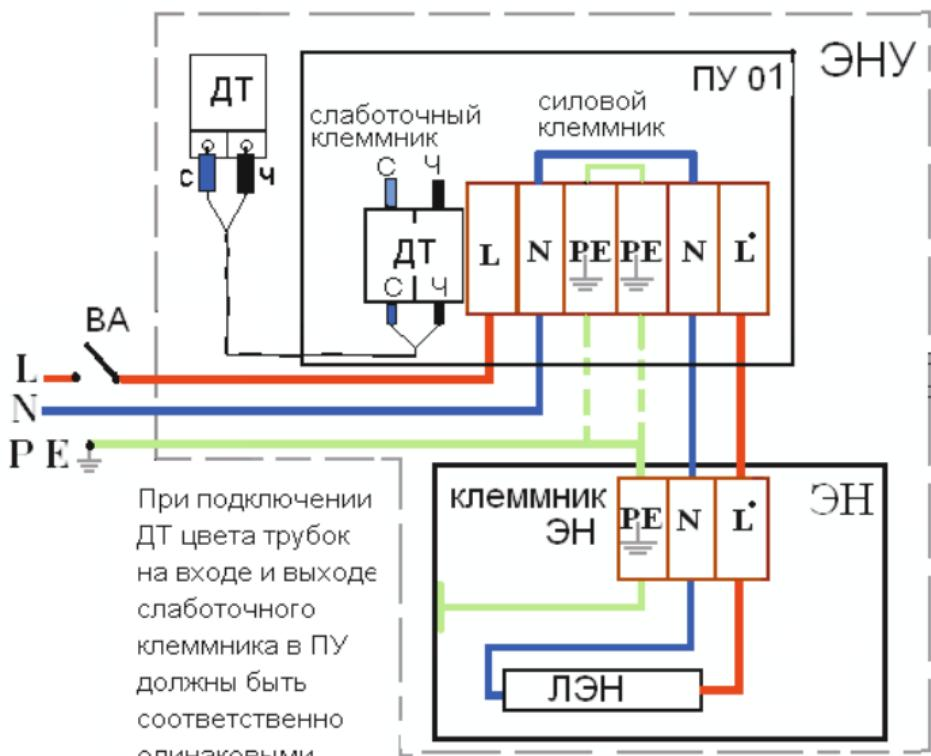

Рис. 1. Монтажная схема подключения ЭНУ «Уголок»
- 6.3. В соответствии с монтажной схемой (см.рис.1) подключить к клеммнику ПУ кабель от внешнего автоматического выключателя сети и провода в жаростойкой изоляции идущие к ЭН.
7.1. Включить защитный автоматический выключатель внешней сети ВА (см. рис. 1).